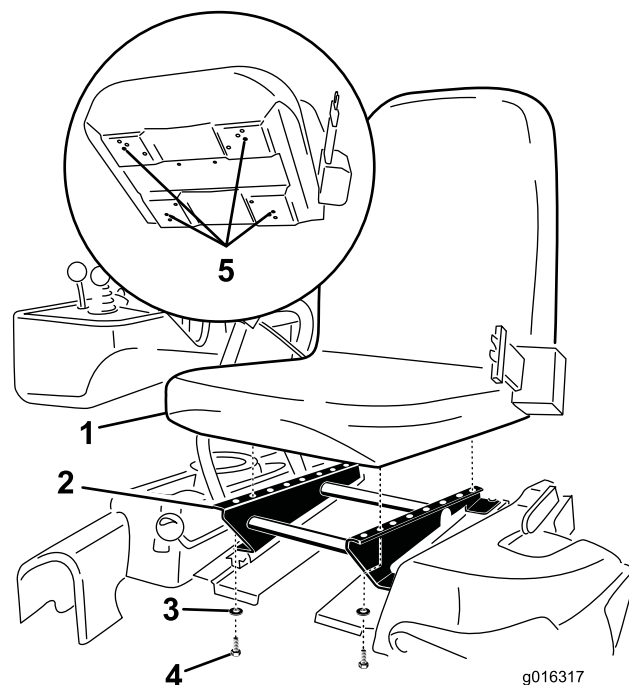

図 4
3. 先ほど外したボルト (4本) とワッシャを使って運転席をシートベースに取り付ける (図 4)。